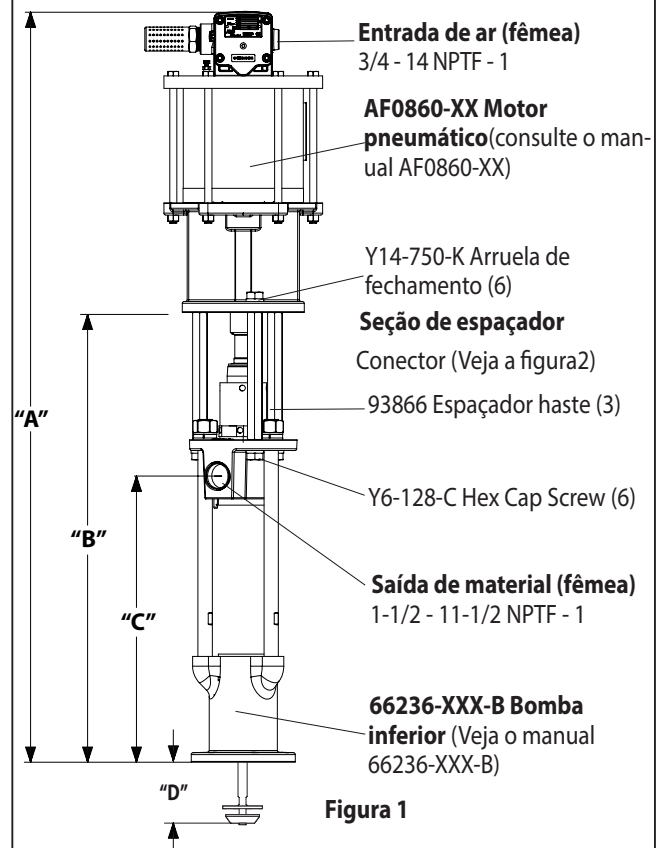

Figura 1
- Remova os três parafusos da tampa (Y6-128-C) e bloqueio (Y14-750-K) arruelas das três hastes do (93866) espaçador (Ver Figura 1).